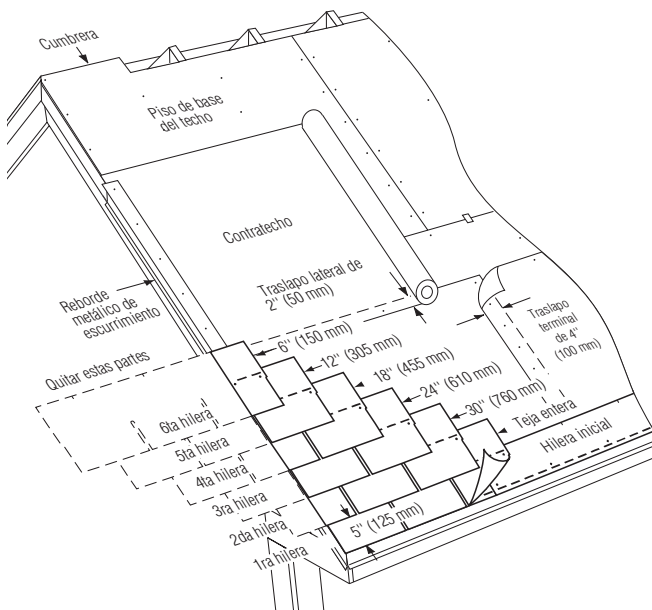

Figura 10-8: Aplique las primeras 6 hileras en una pendiente estándar.
**PRIMERA HILERA:** Aplique una teja completa en la esquina inferior izquierda del techo. Haga que las lengüetas queden al ras de los bordes de la hilera inicial. De esta manera, el sellador de la hilera inicial se adherirá a las lengüetas de la primera hilera, para evitar que se levanten cuando hay fuertes vientos (Figura 10-8).
1. Corte 6" (150 mm) del lado izquierdo de una teja y coloque una pieza de 30" (760 mm) sobre la teja de la primera hilera, alineada con el borde izquierdo de la hilera inicial. Deje expuestas las lengüetas de 5" (125 mm) de la primera hilera (Figura 10-8).
2. Corte 12" (305 mm) de la primera teja de la tercera hilera, 18" (455 mm) de la primera teja de la cuarta hilera, 24" (610 mm) de la primera teja de la quinta hilera y 30" (760 mm) de la primera teja de la sexta hilera. Coloque cada una alineando su borde izquierdo con la hilera anterior (Figura 10-8).